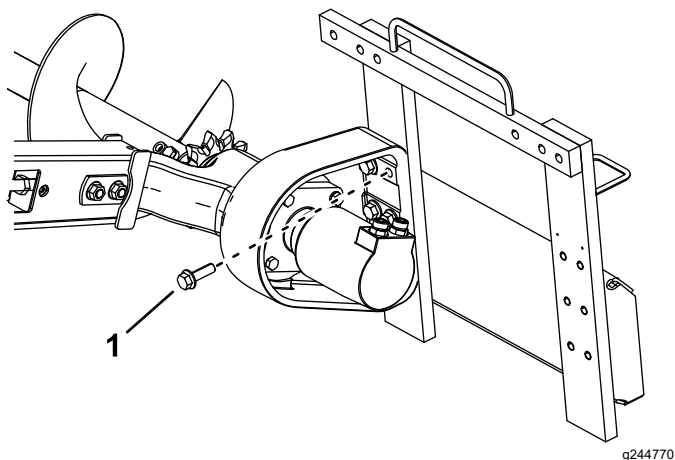

Bild 8
- Schraube (6)
- Befestigen Sie den Kopf mit den sechs vorher entfernten Schrauben am Rahmen (Bild 8).